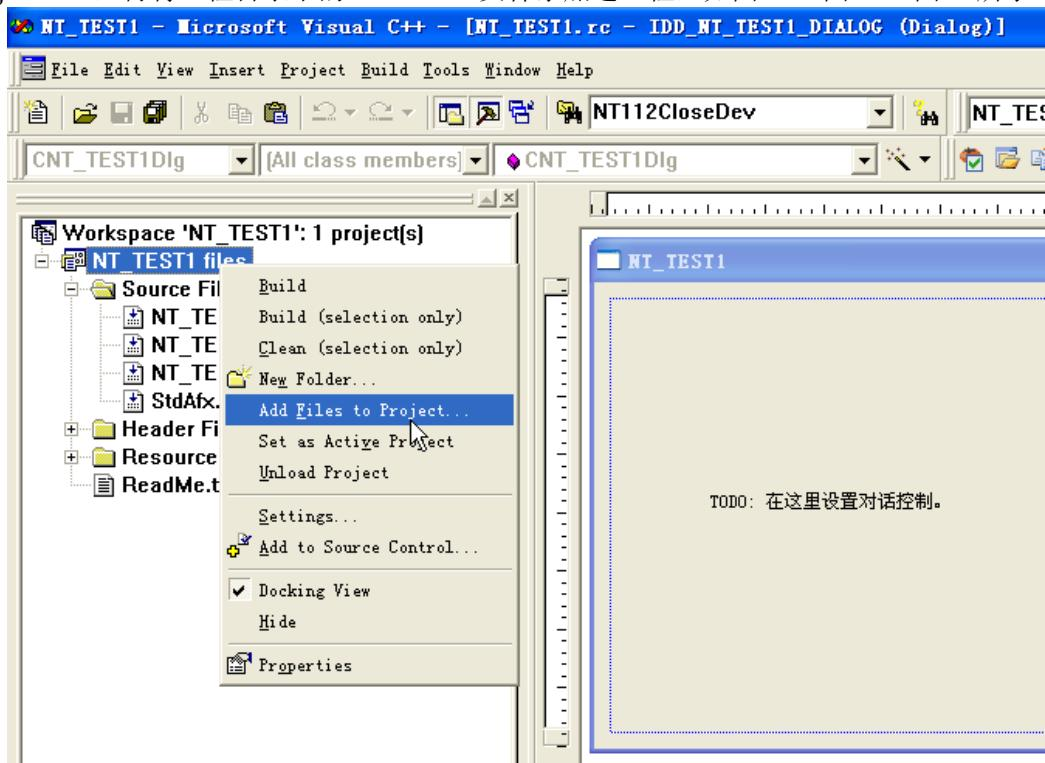
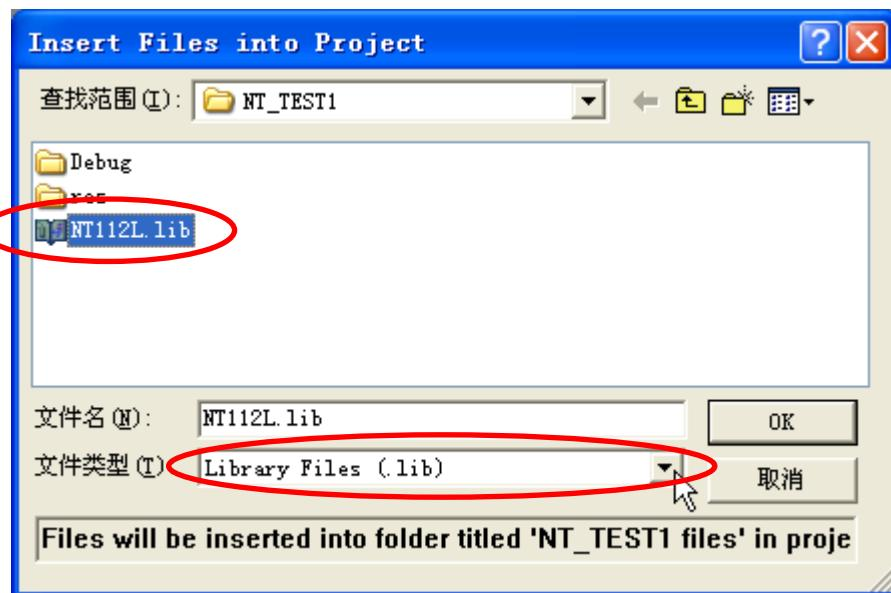
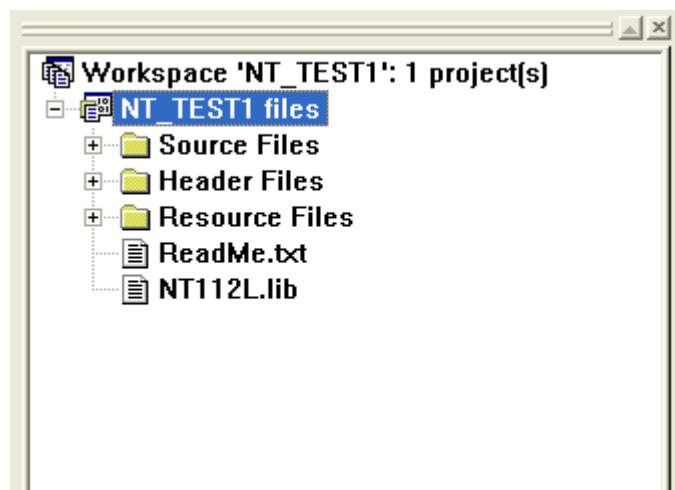

图 5.5 选择 Add Files to Project 子菜单
图 5.6 选择工程目录下的 NT112L.LIB 文件
图 5.7 添加 NT112L.LIB 文件后的 FileView 页面
(3) 在FileView页面中右击“NT_TEST1 files”，在弹出的浮动菜单中选中“Add Files to Project...”，再将工程目录下的NT112.lib文件添加进工程，如图5.5、图5.6、图5.7所示。